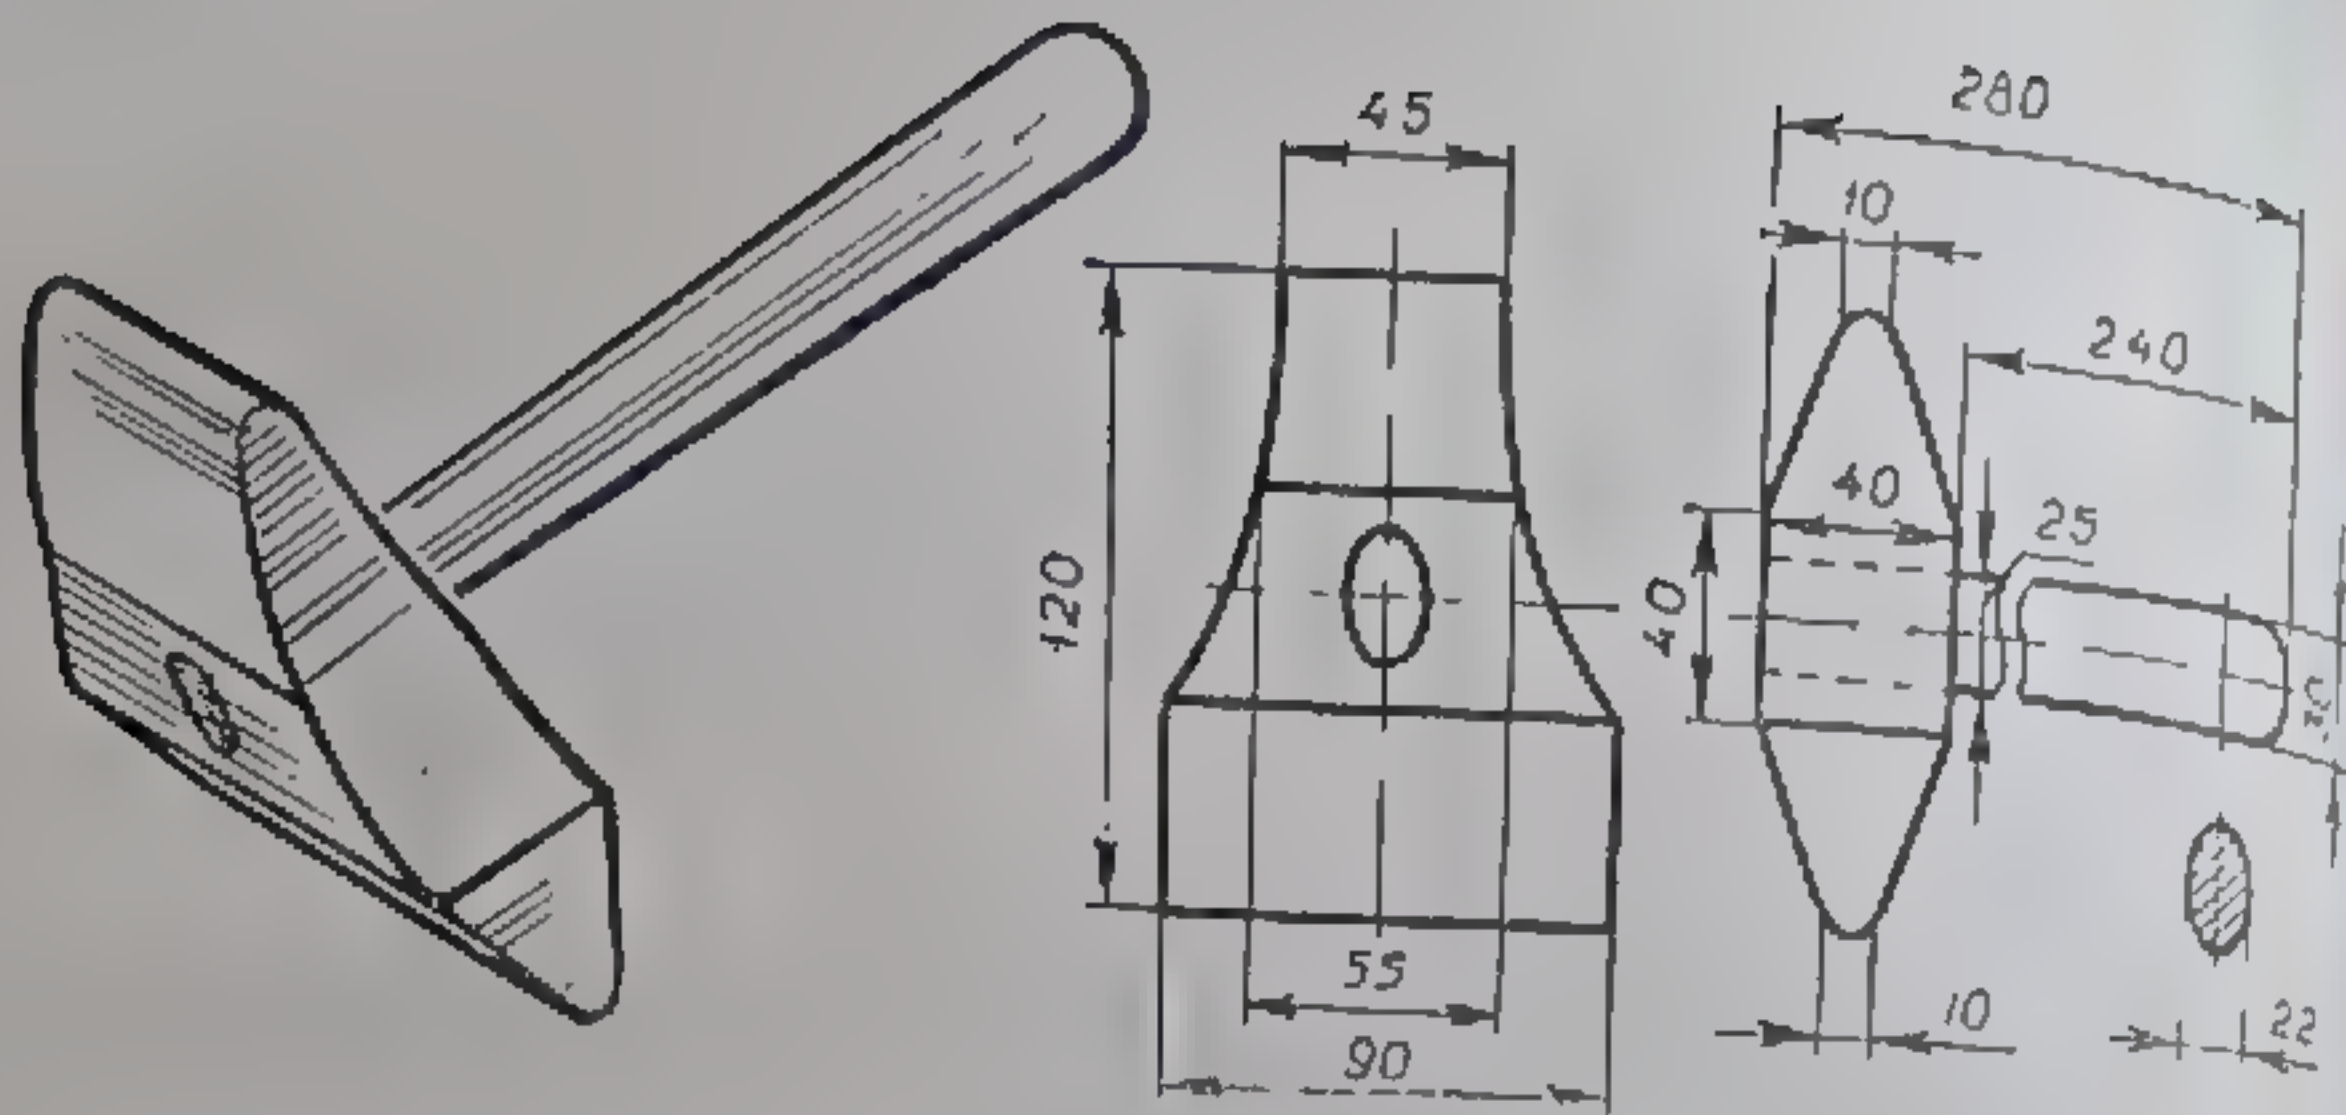

Рис. 66. Притирочный молоток.
(см. рис. 66-
3. Составьте план работы на изготовление притирочного молотка (см. рис. 66—68).